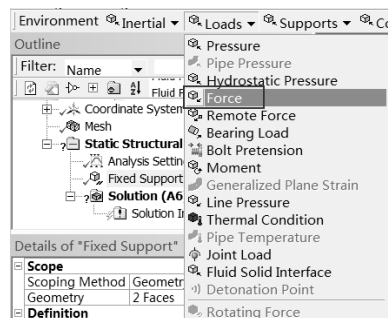

图 5-179 添加力
Step4：同 Step2，选择 Environment 工具栏中的 Loads（载荷） Force（力）命令，此时在分析树中会出现 Force 选项，如图 5-179 所示。